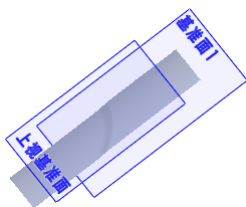

图 5.12.14 基准面 1
Step12. 创建图 5.12.14 所示的基准面 1。选择下拉菜单 **插入(I)** **→ 参考几何体(G)** **→ 基准面(E)...** 命令，系统弹出“基准面”对话框；在“基准面”对话框的 **第一参考** 中选择上视基准面作为基准面的参考实体；在下方选中 ☒ **反转** 复选框，并在 按钮后输入偏移距离值 20.0；单击对话框中的 按钮，完成基准面 1 的创建。